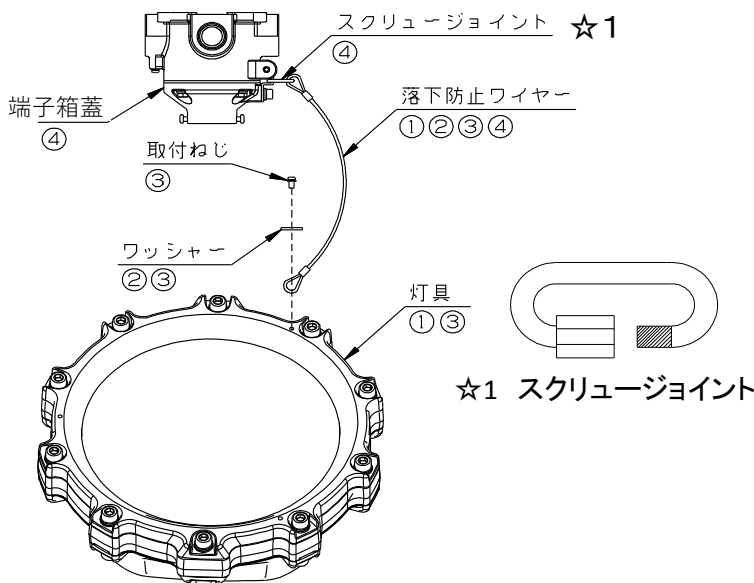

図1 LZIB直付形, パイプ吊形, ブラケット形
- ※ 蝶番金具については、別紙「取扱説明書」の図1をご参照ください。
- ⑤ スタンド形、ポールB形・C形の場合、器具の反対側の処理については、市販の吊バンド、ボルトクリップ等(納入外)を使用してポールに吊バンドを固定し、そこに落下防止ワイヤーを通して取付けてください。(推奨方法)